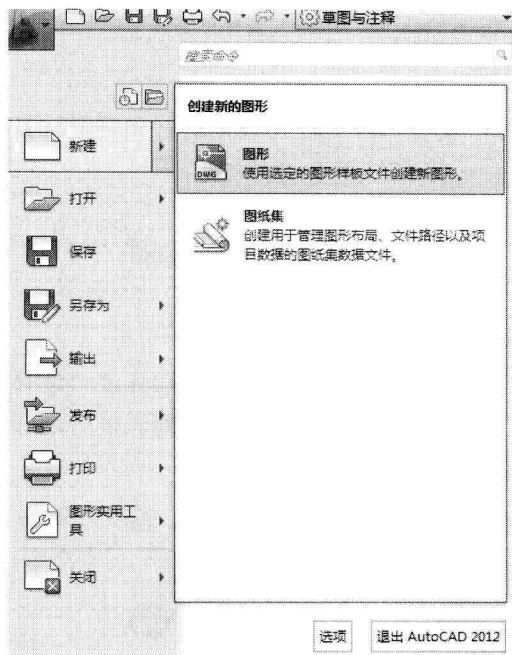

图 1-5 新建图形文件
- 单击“菜单浏览器”按钮，在弹出的菜单中选择“新建”→“图形”命令，如图 1-5 所示。